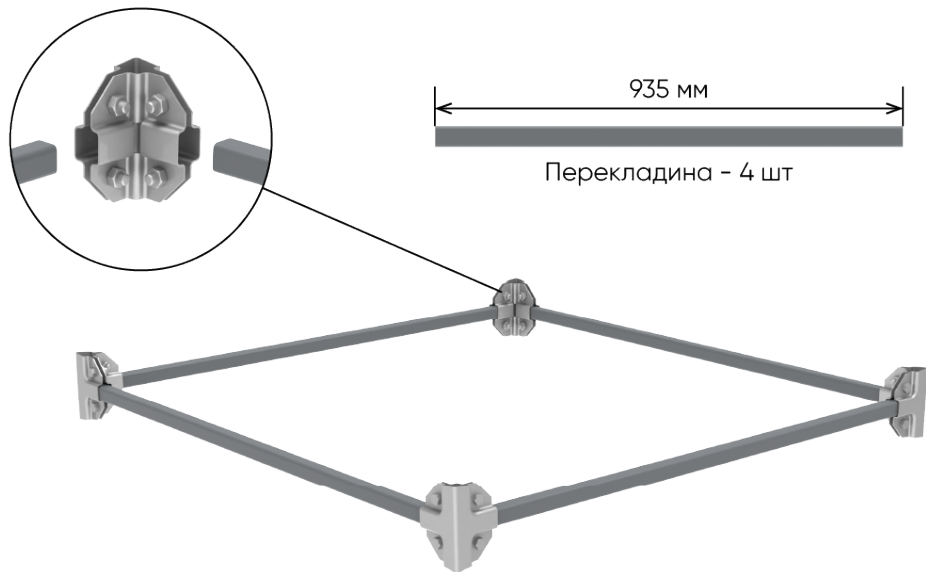

Рис. 7 – Сборка нижнего яруса
3. Провести сборку нижнего яруса. Для этого необходимо согласно схеме (Рис. 4) скрепить между собой перекладины и стойки с помощью ранее подготовленных скоб (Рис. 7, 8). После сборки провести окончательную затяжку скоб.